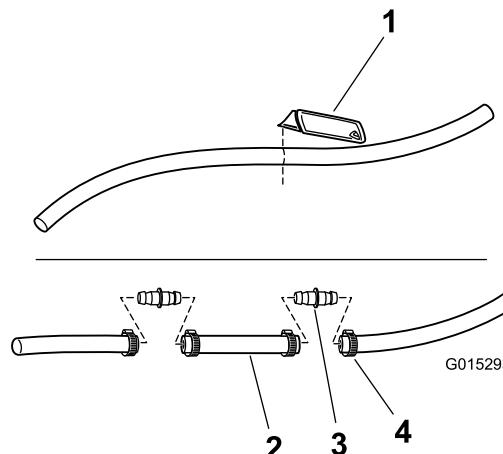

Figure 10
- B. Coupez le flexible d'alimentation à 61 cm du bout du raccord (Figure 10).
- 3. Raccord de jonction (2)
- 4. Collier de flexible (4)
- C. Raccordez le tuyau de jonction avec 2 raccords droits et 4 colliers de serrage (Figure 10).